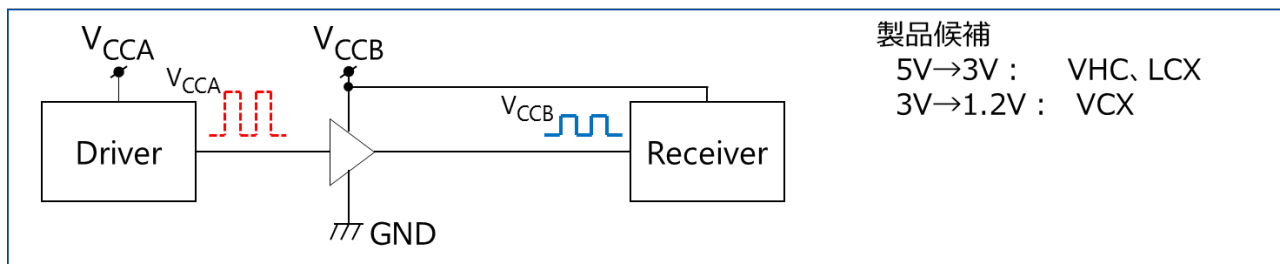
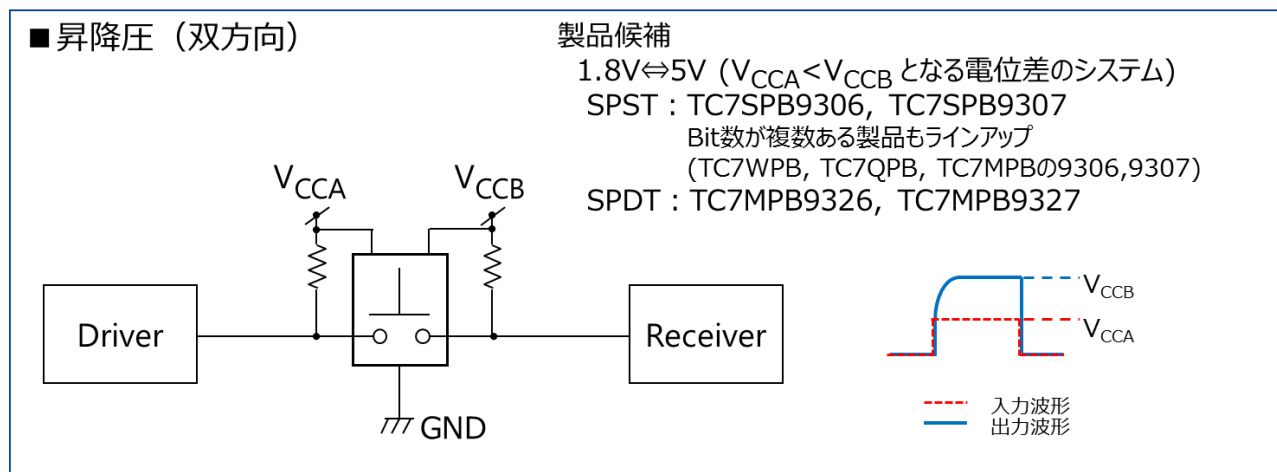

図 1.12 入力トレラントを使用した降圧
図 1.15 2 電源レベルシフター バススイッチタイプを使用した昇降圧
CMOS ロジック IC はシステム電圧の異なる IC 間をつなぐインターフェースとして使用されることがあります。この章では、電圧変換の方法について示します。電圧の昇降圧と信号方向に合わせて実現方法を表 1.3 に示します。①から④の各方法について以下に説明します。図 1.12～図 1.15 はそれらのイメージ図を示します。